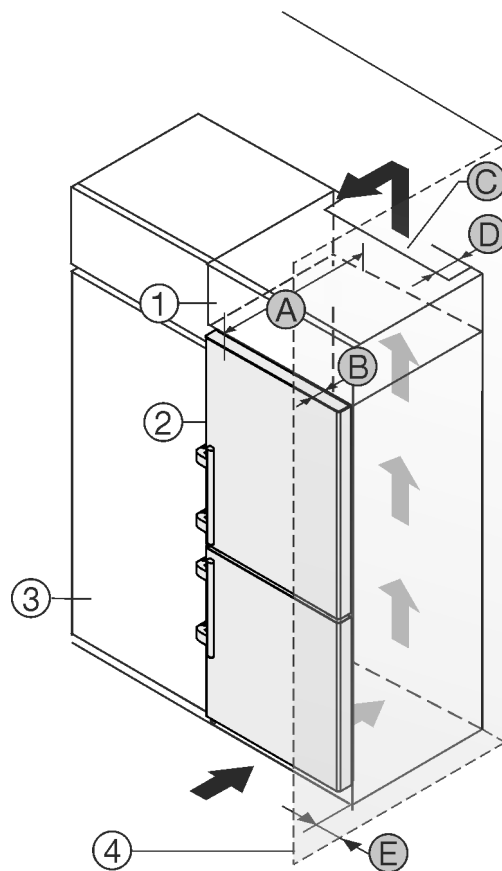

Fig. 51
A készüléket körbe lehet építeni konyhaszekrényekkel. Rá lehet szerelni Fig. 51 (2) egy rátétszekrényt, hogy a készüléket a konyhabútorok magasságához Fig. 51 (1) igazítsa.
A készüléket közvetlenül a konyhaszekrény Fig. 51 (3) mellett is felállíthatja. Ahhoz, hogy az ajtókat teljesen ki tudja nyitni, a készüléknek a konyhaszekrény elülső oldalához képest legalább a mélységnek Fig. 51 (B) megfelelően ki kell állnia. A konyhaszekrények mélységétől és a fali távolságtartók használatától függően a készülék nagyobb mértékben is kiállhat.
- A rátétszekrény hátoldalán egy mélységű Fig. 51 (D) szellőző aknát kell a rátétszekrény teljes szélességében kialakítani.
- A mennyezett alatt be kell tartani a szellőző keresztmetszetet Fig. 51 (C).
Mikor a készüléket a csuklópántokkal egy fal Fig. 51 (4) mellett állítja fel, akkor a készülék és a fal közti távolságot Fig. 51 (E) be kell tartani. Ez nyitott ajtó esetén megfelel a fogantyú túlnyúlásának.